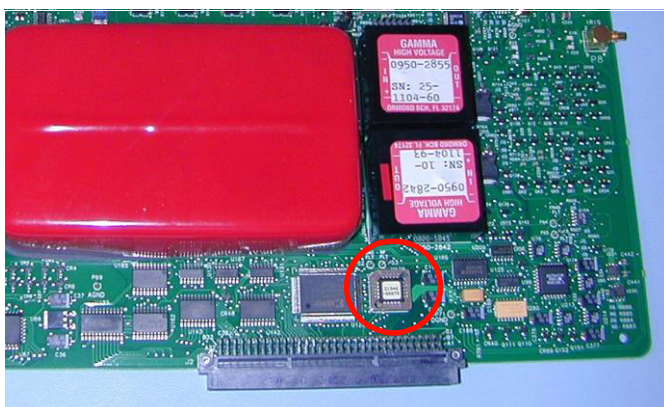

Abbildung 1 Position des U129-Sockels
- 3 Suchen Sie auf der Analyzer-Platine den Sockel U129. Siehe Abbildung 1.